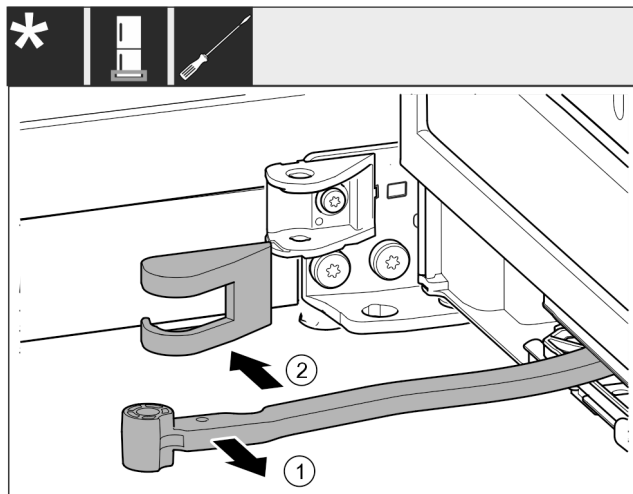

Fig. 17
- Drej leddet Fig. 17 (1) i retning mod døren.
- Fjern hængselsafdækningen Fig. 17 (2).